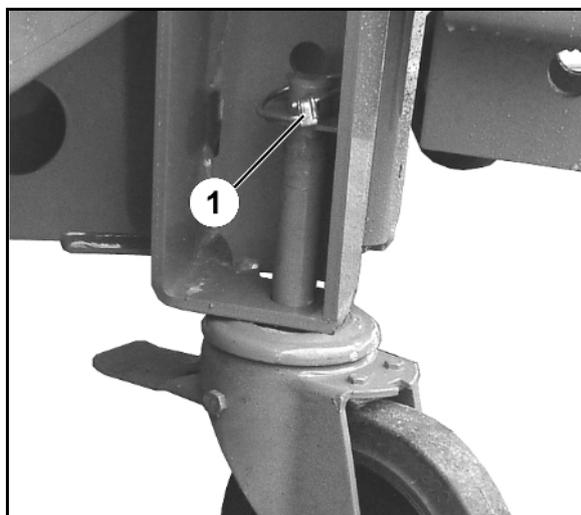

Fig. 38
5. Lenkbare Bremsrollen (Fig. 38) vorne
- o montieren und mit Klappstecker (Fig. 38/1) sichern,